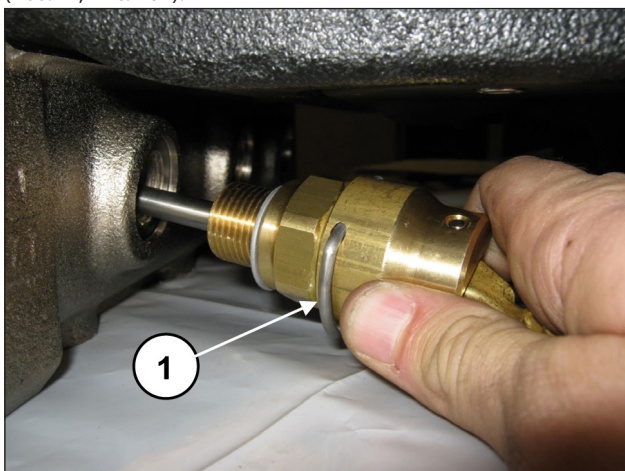
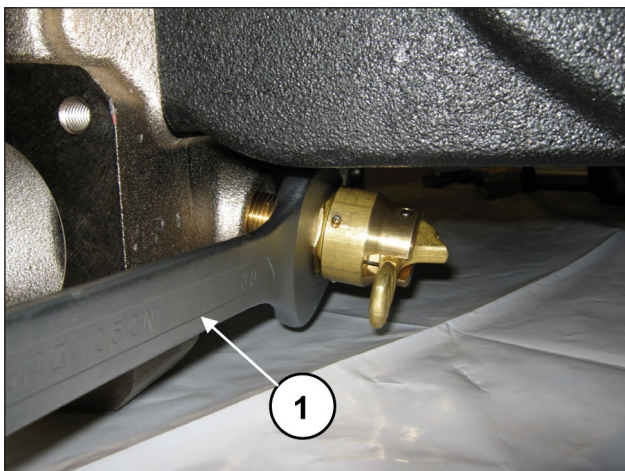

Рис. 166
Рис. 167
Откалибруйте винты M18x65 и M16x45 крышек узлов всасывания и нагнетания динамометрическим ключом, как указано в разделе 3 «МОМЕНТЫ ЗАТЯЖКИ ВИНТОВ». Установите устройства открывания клапанов (поз. ①, Рис. 166) и прикрутите их с помощью ключа на 30 мм (поз. ①, Рис. 167).